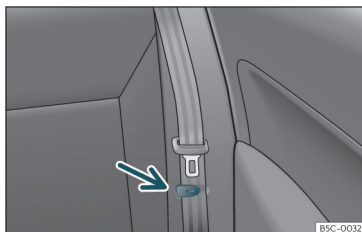

Fig. 110 Asiento trasero: pinza para sujetar el cinturón de seguridad.
- Coloque los cinturones de seguridad laterales en la pinza del revestimiento >>> **fig. 110**.